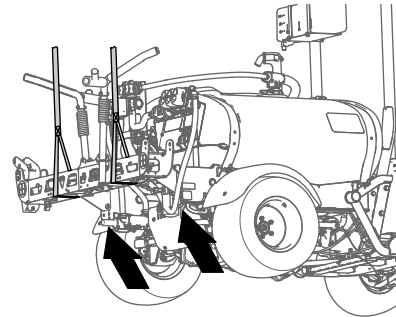

图 45
- 2. 使用具备指定能力的提升设备支撑中间喷洒段 图 45。